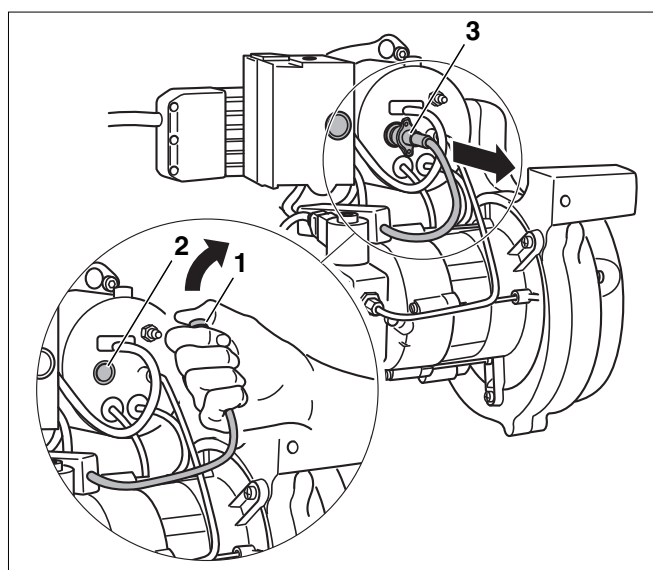

Fig. 56 Comprobación del funcionamiento de la fotocélula
- Separe la fotocélula del soporte con el quemador en funcionamiento tirando del mando previsto para tal fin (fig. 56, **pos. 3**).
- Cubra la fotocélula (fig. 56, **pos. 1**). Después de la nueva conexión debe producirse una desconexión por fallo.
- Después de un tiempo de espera de aprox. 30 segundos desbloquee el programador de combustión pulsando la tecla contra perturbaciones (fig. 56, **pos. 2**).